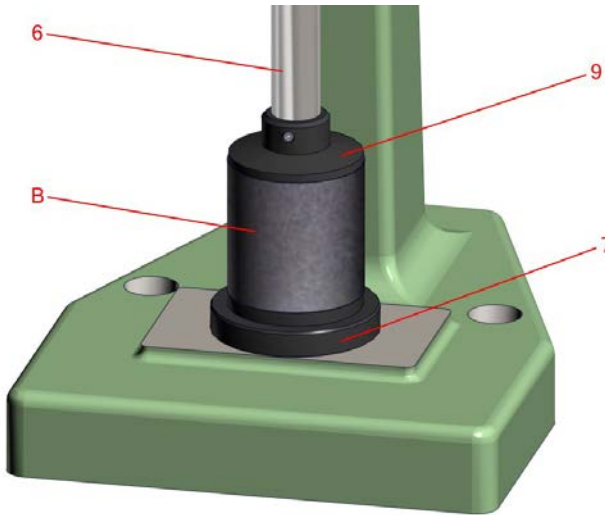
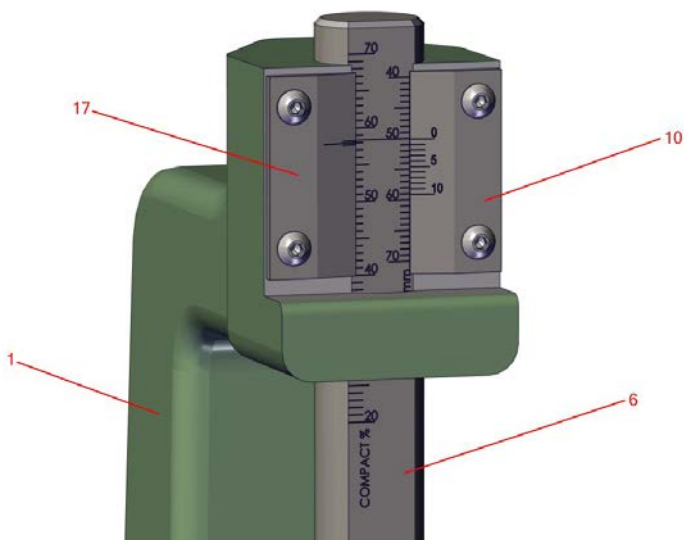

Figura 5:
Figura 6: Perfetto allineamento del nonio di un pigiatoio metrico per sabbia con un campione metrico in acciaio da 50 mm.
1. Inserire il piedistallo (Figura 5, punto 7) nel supporto corrispondente alla base del pigiatoio per sabbia (Figura 1, punto A).
2. Posizionare il cilindro standard in acciaio da 2" x 2" o 50 mm x 50 mm (Figura 5, punto B) [fornito nel kit di calibrazione] sul piedistallo (Figura 5, punto 7).
3. Ruotare delicatamente la camma ausiliaria (Figura 1, punto 2) per abbassare l'asse (Figura 1, punto 6) e il piede di compattazione (Figura 1, punto 9) verso il campione in acciaio (Figura 5, punto B). Verificare che il piede di compattazione sia a contatto con la faccia superiore del campione in acciaio come mostrato di seguito nella Figura 5.
4. Lo zero sul nonio destro per l'altezza del campione (Figura 2 o 3, punto 10) punta verso la linea di 2" (AFS) o 50 mm (sistema metrico) sulla scala di altezza del campione. La linea di 2" (AFS) o 50 mm (sistema metrico) deve anche allinearsi con il segno di tolleranza di 2" (AFS) o 50 mm (sistema metrico) sul nonio sinistro di 2" (AFS) o 50 mm (sistema metrico) (Figura 2 o 3, punto 17) come mostrato in Figura 6. In caso contrario, assicurarsi che il piede di compattazione (Figura 5, punto 9) sia avvitato fino in fondo nell'asse e che sia ben stretto. Non regolare i noni (Figura 1, punti 17 e 10) perché questi sono fissati in modo semipermanente dal produttore. Se tutti i parametri, inclusa la pulizia di sabbia o detriti, non risolvono il problema, contattare immediatamente Simpson per ricevere un ulteriore supporto tecnico.